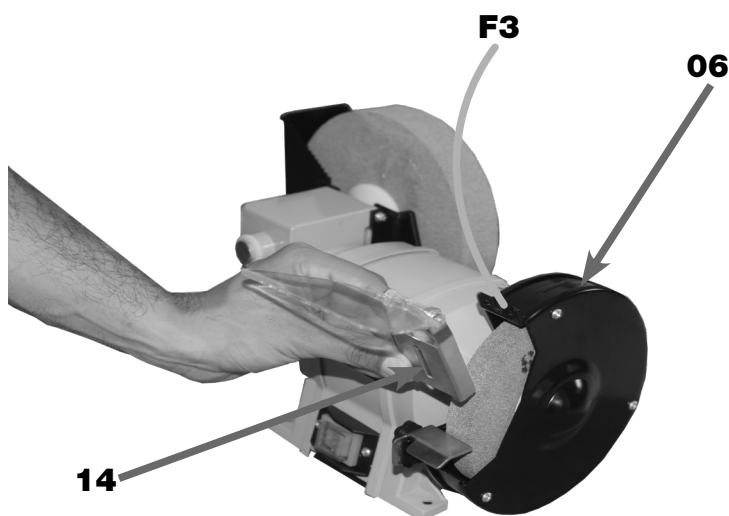

FIGURA 08 – Posicionamento da Proteção Frontal
6. POSICIONAR o canal do Suporte da Proteção Frontal (14) alinhado com o furo **F3** da Tapa de Proteção do Rebolo (06) (figura 08);